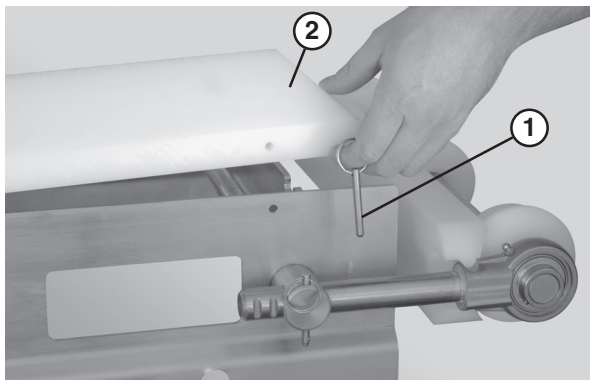

Abbildung 25
1. Entfernen Sie die Führungen, falls zutreffend, indem Sie die Ziehstifte (Abbildung 25, item 1) entfernen, die die Führung (Abbildung 25, item 2) mit dem Rahmen verbinden.